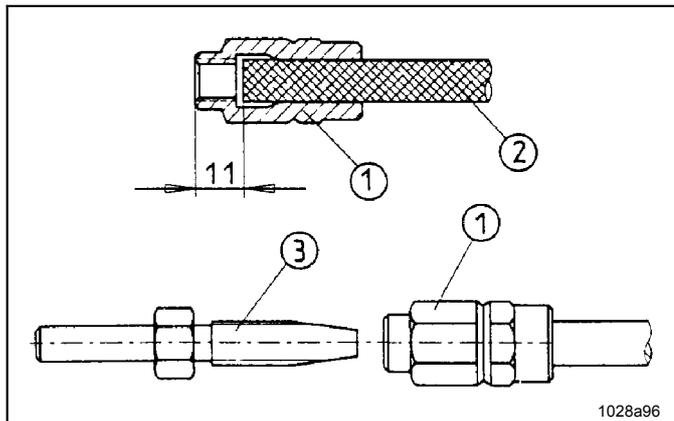

Рис. 7 Предмонтажная подготовка
- Обойма 1 (Рис. 7) наворачивается (левое вращение) на шланг 2 до указанной отметки (11 мм). После этого в обойму ввинчивается наконечник 3.